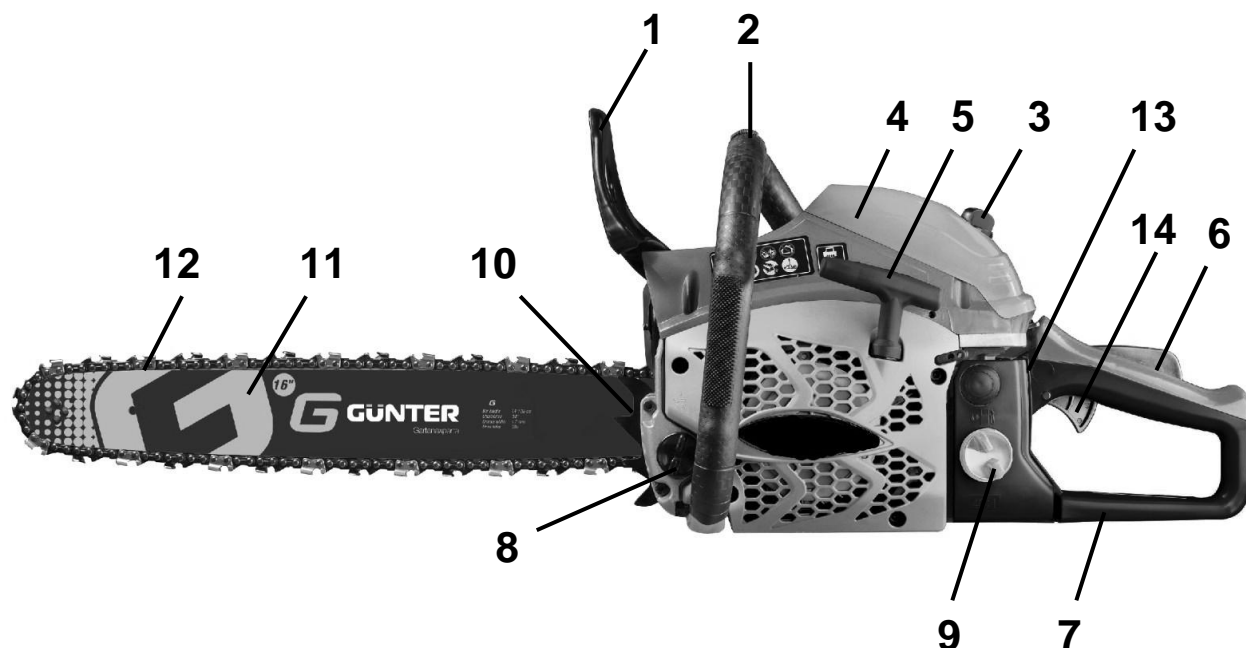

Рис. 1
Передний защитный щиток (1) (см. Рис.1) – Щиток между передней рукояткой пилы и пильной цепью, предназначенный для защиты руки от травм и помогающий обеспечить контроль над бензопилой в случае, если рука соскользнет с рукоятки. Этот щиток используется для активизации тормоза цепи, то есть для остановки вращения пильной цепи.
Передняя рукоятка (для левой руки) (2) (см. Рис.1) – Ручка для удерживания пилы, расположена впереди двигателя.
Блокировка рычага газа (6) (см. Рис.1) – Рычаг безопасности, который предотвращает случайное нажатие на рычаг дроссельной заслонки (14) (приведение пильной цепи в движение). Рычаг газа (14) не может быть нажат, если не нажат рычаг блокировки газа (6).
Задняя рукоятка (для правой руки) (7) (см. Рис.1) – Рукоятка для удерживания пилы, расположена сзади от двигателя. Расширение нижней части задней рукоятки для защиты руки от цепи в случае разрыва цепи или ее соскока с канавок направляющей шины.
Зубчатый упор (10) (см. Рис.1) – Приспособление, размещенное впереди в месте выхода пильной шины из корпуса, служащее точкой опоры, во время глубокого распила, когда зубец упора соприкасается с деревянной поверхностью.
Пильная цепь, снижающая риск отскока (12) (см. Рис.1) – Пила снабжена высококачественной цепью, снижающей риск отскока и его интенсивность, благодаря специально разработанным контурным звеньям.
Выключатель двигателя (13) (см. Рис.1) – Прерывает цепь питания двигателя. Выключает зажигание при нажатии. Выключатель зажигания должен быть в позиции «ВКЛ» перед запуском двигателя.
Рычаг дроссельной заслонкой карбюратора (рычаг газа) (14) (см. Рис.1) – устройство, управляемое нажатием пальца оператора, предназначенное для контроля скорости двигателя.